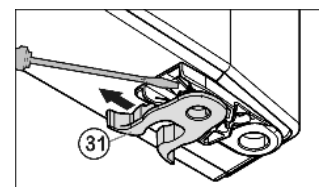

Fig. 11
- ▶ Sette fjærklemmen Fig. 11 (31) over på den andre siden: Trykk låsekroken ned, trekk fjærklemmen ut og av.